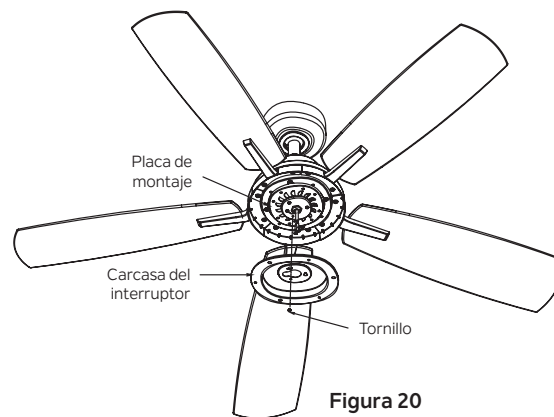

Figura 20
Paso 1. Retire el tornillo marcado con una etiqueta de punto que está preinstalado en la placa de montaje y guárdelo para su uso posterior. Afloje los otros dos (no los quite). Coloque los dos orificios de la ranura en la carcasa del interruptor sobre los 2 tornillos que aflojó previamente de la placa de montaje. Gire la carcasa del interruptor hasta que encaje en su lugar en el extremo estrecho de los orificios de llave. Fije apretando los 2 tornillos previamente aflojados y el que quitó previamente. (Figura 20)